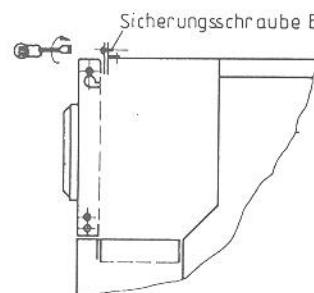

Abb. 6c
- Sicherungsschraube B (Abb. 6c) herausdrehen.